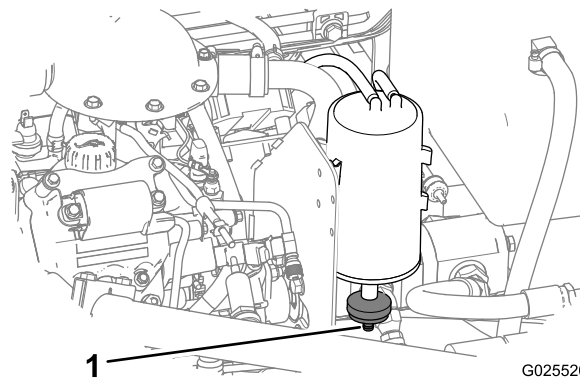

Рисунок 47
- Найдите воздушный фильтр под дном бачка с активированным углем (Рисунок 47).